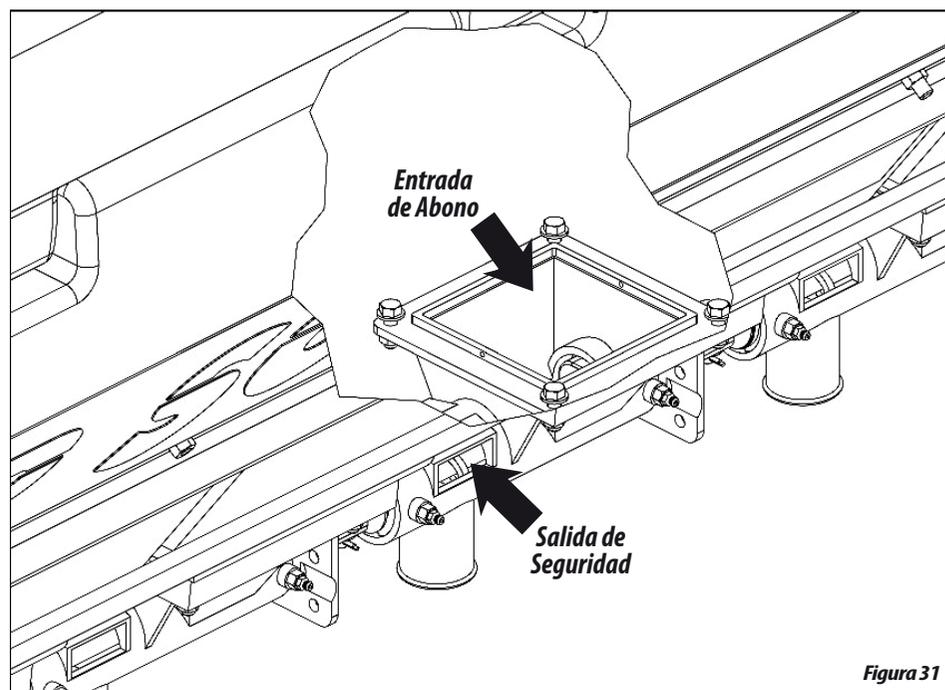

Figura 31
**01** - El regulado del abono se hace a través de la Speed Box (1). Para obtener más regulados efectúe la inversión de la cadena en los engranajes motor "A" y movida "B", según muestra la figura 31.